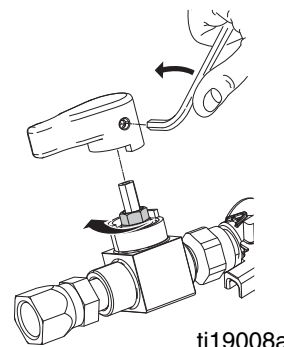

FIG. 10 Écrou du presse-étoupe de la vanne à produit
3. Desserrer la vis de réglage et retirer la poignée. Voir la FIG. 10.